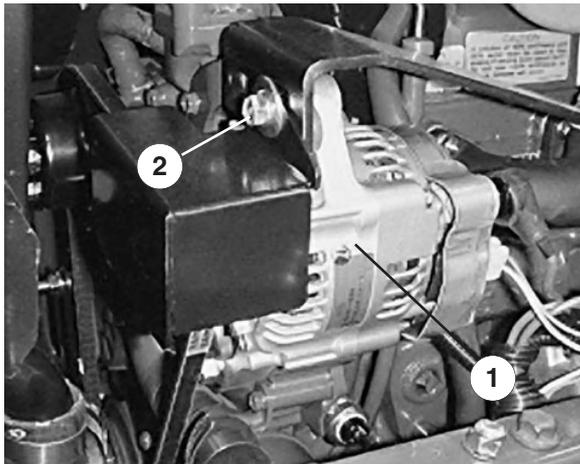

Bild 33
- Lösen Sie die Sicherungsmutter, mit der die verstellbare Spannscheibe befestigt ist (Bild 33). Bewegen Sie die Spannscheibe in Richtung Riemen, bis die gewünschte Durchbiegung erreicht ist, und ziehen Sie dann die Sicherungsmutter der Spannscheibe an (Bild 33).